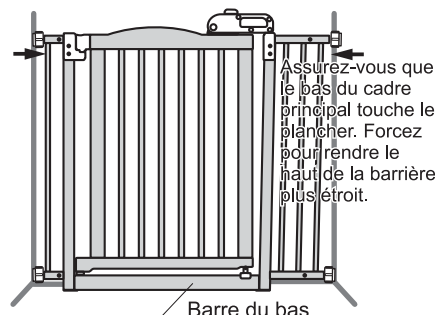

Figure 1
- Pour des raisons de sécurité, le bas du produit doit être en contact avec le sol comme sur la figure 1.